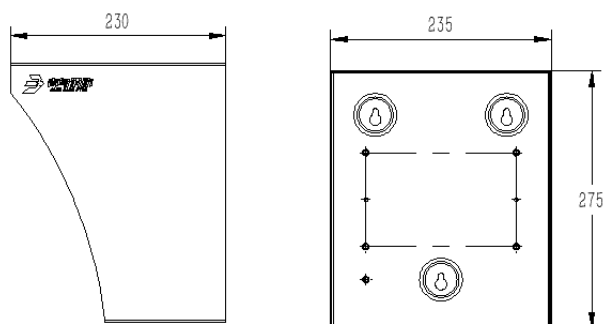
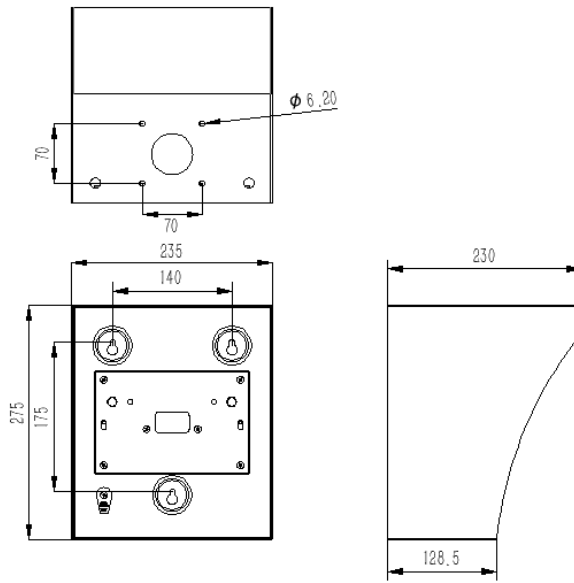

图 1 外形图
图 2 安装尺寸图
- JBF-FHZ1 防护罩布线施工后，通过膨胀螺栓或螺钉将防护罩固定在安装立柱 JBF-AZZ1 上或墙上（使用 M6 螺钉），水平安装孔距为 140mm，竖直安装孔距为 175mm，外形及安装尺寸如图 1 与图 2 所示。
- 背板支架与防护盒、隔报、手报、消报系列产品通过螺钉或螺栓安装完成后，共同组装到防护罩上，如图 2 所示。